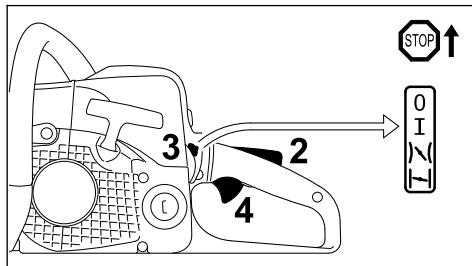

Рис. 50
- Нажать стопор рычага газа (рис. 50, поз. 2) и нажать и сразу же отпустить рычаг газа (рис. 50, поз. 4), комбинированный рычаг (рис. 50, поз. 3) переходит в рабочее положение **I**, а двигатель переключается в режим холостого хода